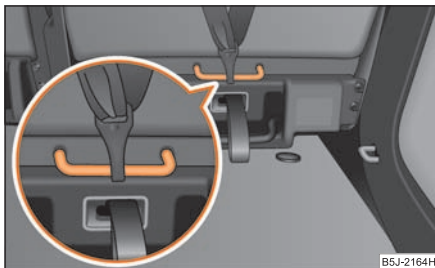

Fig. 164 Scaunul din spate:
Scaunele laterale din spate, resp. și scaunul din mijloc (numai în unele țări) sunt echipate în serie, pentru creșterea siguranței copiilor, cu sistemul de fixare „Top Tether”, în spatele spătarului din spate ⇒ fig. 164. Realizați montarea și demontarea conform instrucțiunilor din manualul scaunului pentru copii.
- Fixați scaunele pentru copii cu sistem „Top Tether” numai în locurile special prevăzute ⇒ fig. 164.